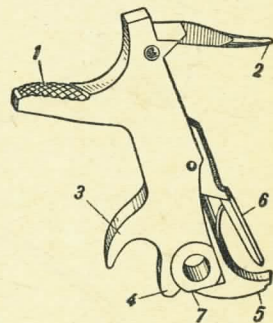

Рис. 12. Курок:
13. Курок (рис. 12) служит для нанесения удара бойком по капсюлю патрона при производстве выстрела; он вращается на оси, укрепленной в загнутой полосе рамки.